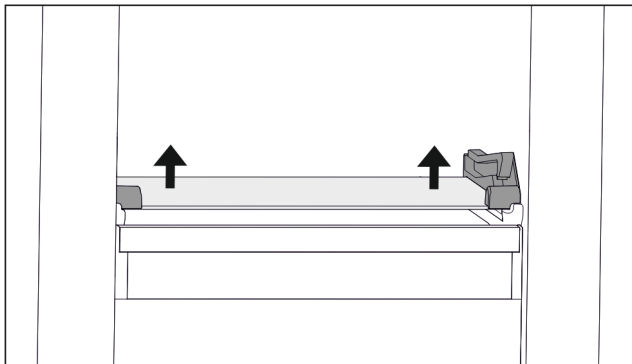

Fig. 108 Скляна пластина відкидного висувного ящика
- ▶ Скляну пластину натиснути з обох боків знизу вгору. (див. Fig. 108)